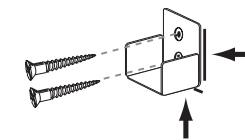

FIG. 4.6
10. Enlever la tablette et placer l'équerre sur les traits pour marquer l'emplacement des trous de vis. Fixer les équerres avec des vis n° 8 de 1-1/2 pouce sur le mur et n° 6 de 3/4 pouce pour les montants. (Fig. 4.6). S'il n'y a pas de poteau mural, utiliser les dispositifs d'ancrage en plastique fournis.